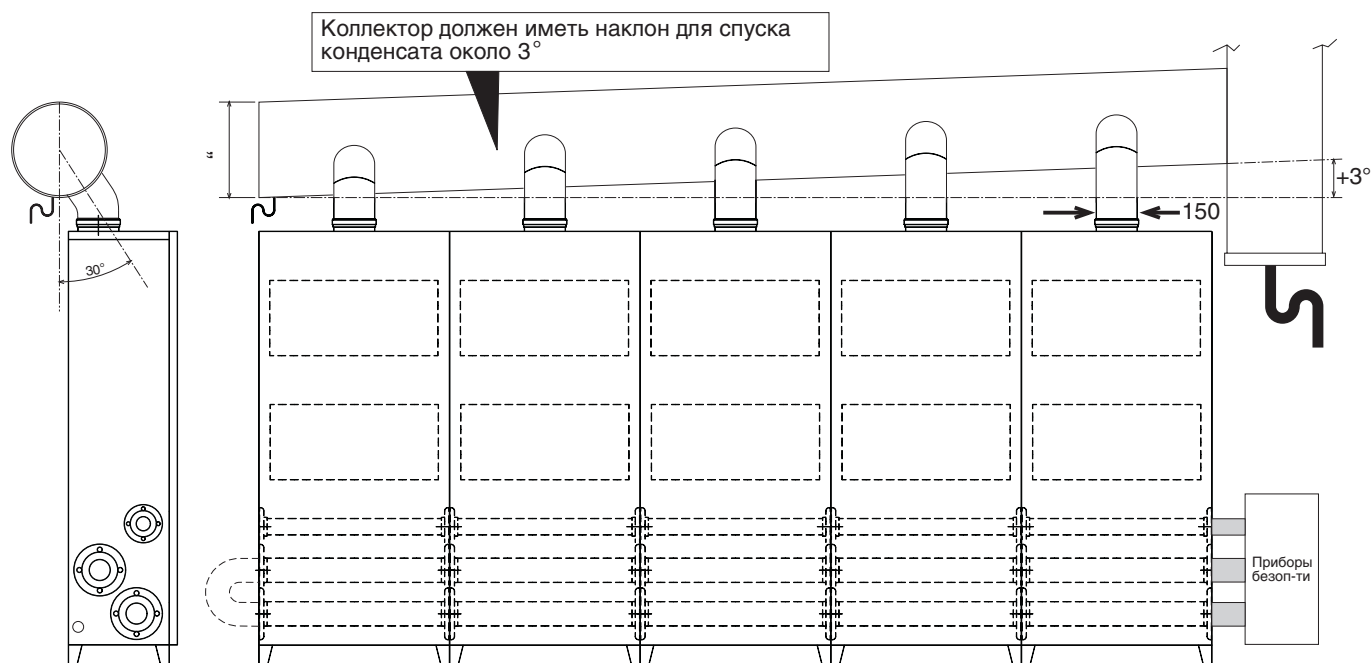

Рис. 11
- ¥ При подключении котлов в каскаде, подсоединить выход дыма ( $\varnothing$  150) каждого котла как показано на рисунке, также обратить внимание на изменение диаметра при увеличении количества котлов (см. таблицу). Дымоход каждого котла должен подключаться к коллектору под углом  $30^\circ$  по вертикали (рис. 11).